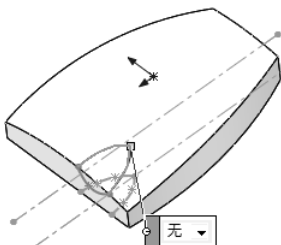
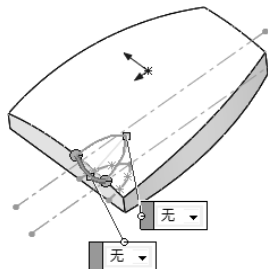

图 14-62 选择的曲线 1
图 14-63 选择的曲线 2
选择菜单栏中的“插入”→“曲面”→“边界曲面”命令，系统弹出“边界-曲面”属性管理器，单击“方向 1 (1)”选项组下的选项框，然后选择如图 14-62 所示的曲线 1，此时系统显示一个方向的边界曲面预览；选择另外一条曲线 2，生成边界曲面预览，如图 14-63 所示。